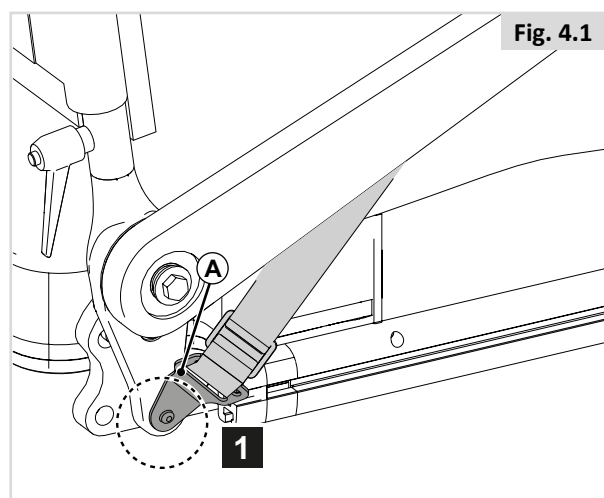

Fig. 4.2
- Ajuste la correa de posición adecuadamente, dejando un espacio de no más del ancho de una mano para más comodidad y seguridad (Fig. 4.2).